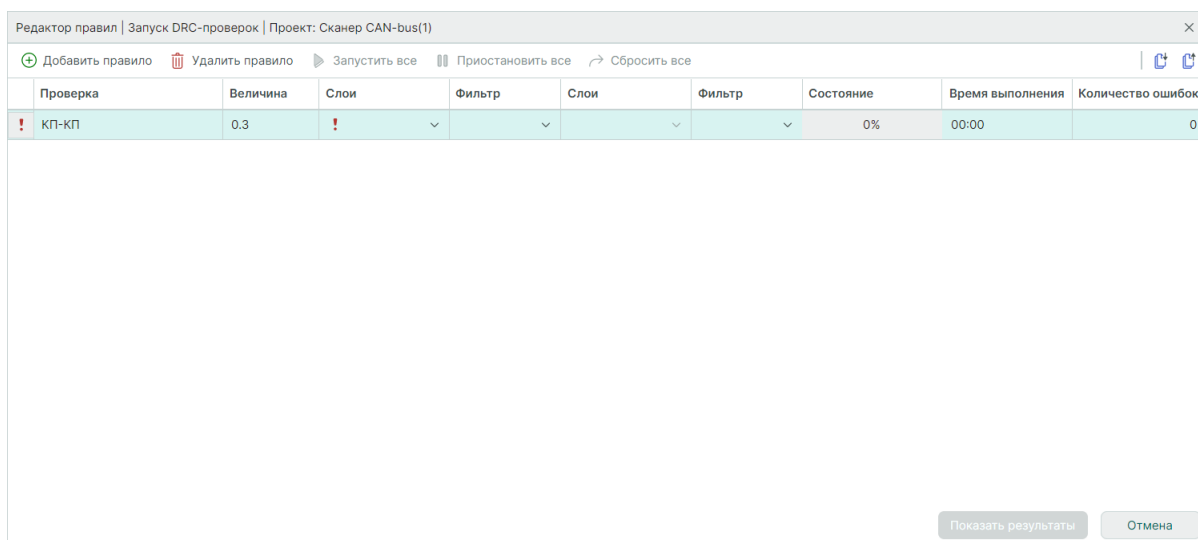

Рис. 646 Отображение правила
2. После выбора правило отобразится в окне «Редактор правил». Пример отображения добавленного правила «КП-КП» представлен на Рис. 646.